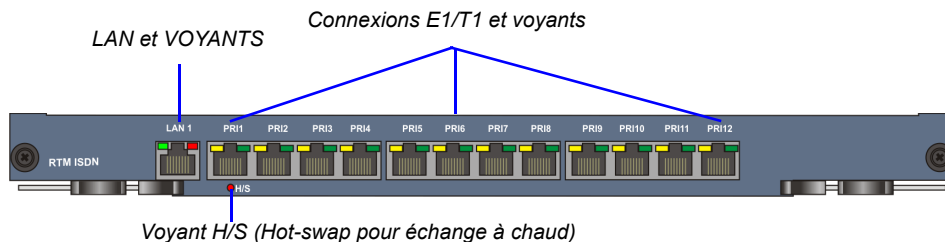

Figure 1-12 Agencement du panneau arrière RTM RNIS du boîtier RMX 4000
- 7 lignes PRI E1 ou 9 lignes PRI T1 qui peuvent être branchées dans une des 12 connexions comme illustré dans la figure 1-12.